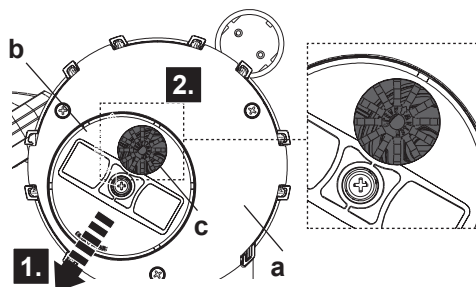

Fig.1
1. Løft funksjonsdekselet (b) slik at det løsner, og vri det deretter slik at det klare vanninntaket (c) forblir i midten av bunnplaten (a) (fig.1).